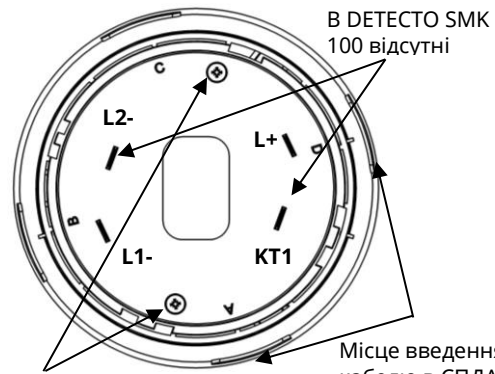

Рисунок 1 – Вигляд СПДА з боку контактів
- викрутити 2 шурупи з боку контактів на корпусі сповіщувача (рис. 1) і зняти верхню кришку;
L2-	Клема підключення мінусового дроту АІ. В СПДА DETECTO SMK100 ця клема відсутня (рис.1)
КТ1	Клема для підключення ВПОС. В СПДА DETECTO SMK100 ця клема відсутня (рис.1)
4.3 Для випадків, коли кабель всередину СПДА заводять збоку, в самій базі та в кришці СПДА передбачені вікна, потрібні в яких вирізають. Ці вікна промарковані літерами «А», «В», «С», «D» (рис.1, рис.2).